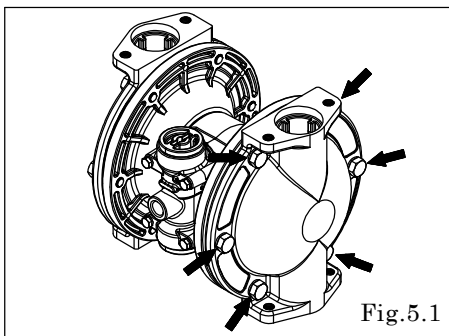

Fig. 5.1
- 分别拆下外壳的安装螺栓12处，取下外壳。（Fig.5.1）